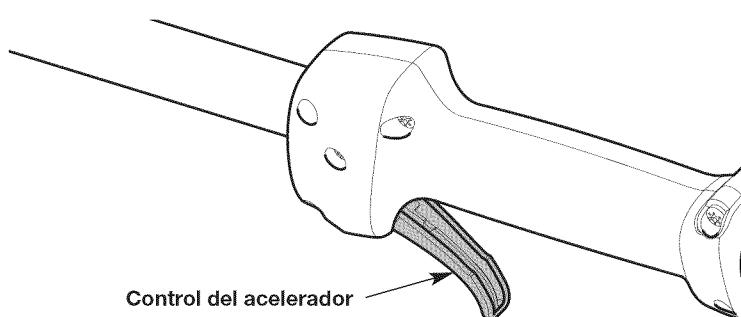

Fig. 12
**NOTA: APRIETE y MANTENGA APRETADO** el control del acelerador para **TODOS** los pasos subsiguientes (Fig. 12).